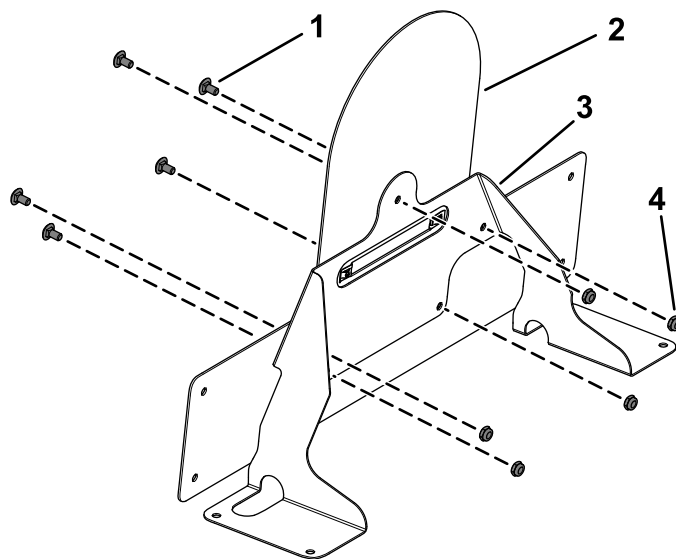

Figura 27
7. Fixai suportul plăcii de viteză pe suportul de marcator folosind 5 uruburi de fixare ($\frac{1}{4} \times \frac{1}{2}$ ") i 5 contrapiuli ($\frac{1}{4}$ ") aa cum se arată în Figura 27.